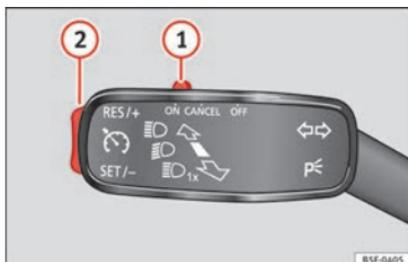

Fig. 40 Alavanca das luzes indicadoras de mudança de direção e dos máximos: interruptor e comandos de utilização do GRA.
- Ligar o GRA: desloque o interruptor »» Fig. 40 ① até ON. O sistema está ligado. O sistema não regula por não ter qualquer velocidade programada.
- Ativar o GRA: pressione o botão »» Fig. 40 ② na zona SET/-. A velocidade atual é memorizada e regulada.
- Desligar o GRA temporariamente: desloque o interruptor »» Fig. 40 ① até CANCEL ou pise o travão. A regulação é desativada temporariamente.
- Ligar novamente o GRA: pressione o botão »» Fig. 40 ② em RES/+. A velocidade memorizada é guardada e regulada novamente.
- Aumentar a velocidade programada durante a regulação de GRA: pressione o botão ② em RES/+. O veículo acelera até à nova velocidade guardada.
- Reduzir a velocidade programada durante a regulação de GRA: pressione o botão ② em SET/- para reduzir 1 km/h (1 mph). A velocidade reduz até atingir a nova velocidade memorizada.
- Desligar o GRA: desloque o interruptor »» Fig. 40 ① para OFF. Desliga-se o sistema e a velocidade memorizada apaga-se.